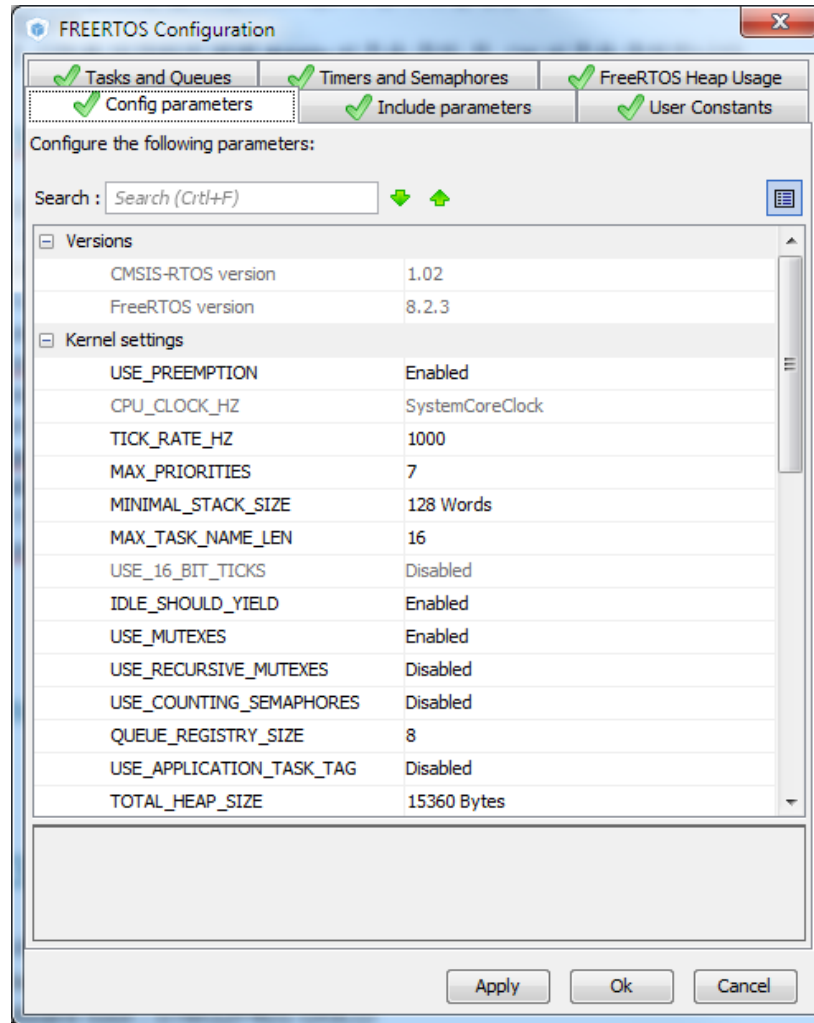

Figure 28 FreeRTOS Configuration view
2. FreeRTOS 설정 창을 열기 위해 Configuration 창에 FreeRTOS 를 클릭합니다(Figure 28 참조).